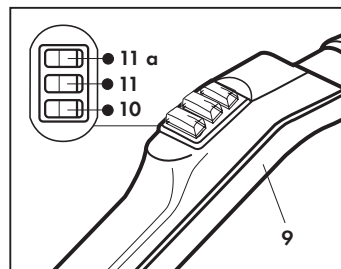

Fig. 24
- **L'éclairage de la lampe témoin rouge (C) indique qu'il n'y a plus d'eau dans la chaudière:** dans ce cas, le thermostat intervient en bloquant automatiquement l'appareil. Suivre ensuite la marche ci-dessous:
- b) Décharger la pression restée dans la chaudière au moyen de l'accessoire que vous êtes en train d'utiliser en appuyant sur l'interrupteur rouge (10) situé sur la poignée (9) (**Fig. 24**). Si vous utilisez le fer à repasser, intervenir sur la touche (23) (**Fig. 25**).
- f) Desserrer le bouchon de remplissage (E) et attendre que la pression soit complètement déchargée.